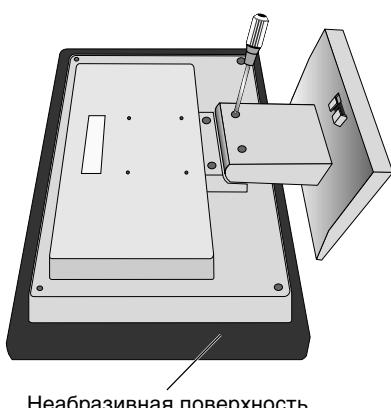

Рисунок R.1
2. Положите монитор экраном вниз на неабразивную поверхность (**Рисунок R.1**).
3. Отвинтите 2 винта, крепящие монитор к подставке, и снимите подставку (**Рисунок R.1**)
1. Положите монитор экраном вниз на неабразивную поверхность (**Рисунок R.1**).